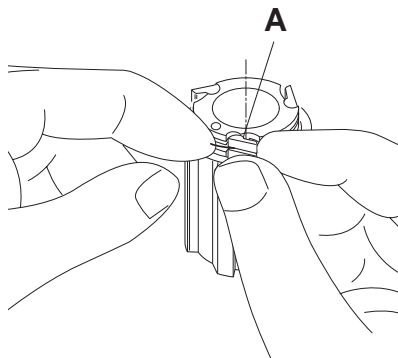
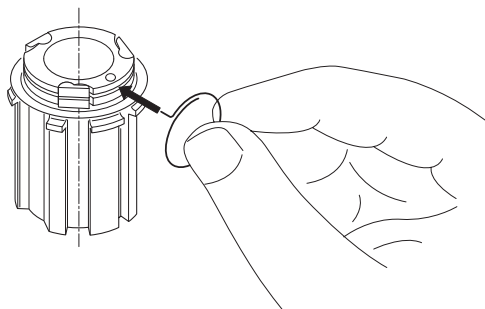

Fig. 13
Fig. 14
- Rimuovete la molla (prestando attenzione a non deformarla) sollevando leggermente il cricchetto A (Fig. 13), sfilate i cricchetti e se necessario sostituiteli con quelli nuovi; inserite la parte piegata della molla nel foro del porta-cricchetti (Fig. 14) e quindi fermate i cricchetti con la molla.
- Slightly lift pawl (A), then grasp and remove the spring (Fig. 13). Take care not to damage the spring. Slide out the pawls and replace them if necessary. Then insert the bent part of the spring in the pawl carrier hole (Fig. 14) and then lock the pawls in place with the spring.
- Die Klinken A (Abb. 13) leicht anheben und dabei die Feder abnehmen (darauf achten, diese nicht zu beschädigen), die Klinken herausziehen und falls notwendig diese ersetzen; die gebogene Seite der Feder in die Bohrung des Klinkenträgers einführen und dann die Klinken mit der Feder blockieren.
- Enlevez le ressort (en veillant à ne pas le déformer) en soulevant légèrement le cliquet A (Fig. 13), enlevez les cliquets et, si nécessaire, remplacez-les ; introduisez la partie pliée du ressort dans le trou du porte-cliquets (Fig. 14) puis fermez les cliquets avec le ressort.
- Quitar el muelle (con cuidado para no deformarlo) levantando un poco la carraca A (Fig. 13), extraer las carracas y, de ser necesario sustituir las, meter la parte doblada del muelle en el orificio del portacarracas (Fig. 14) y luego bloquear las carracas con el muelle.
- Verwijder de veer (let op dat u hem niet beschadigt) door voorzichtig pal A (Fig. 13) op te tillen. Haal alle pallen eruit en vervang ze indien noodzakelijk; plaats de veer in de paldrager en sluit de pallen op in de veer.